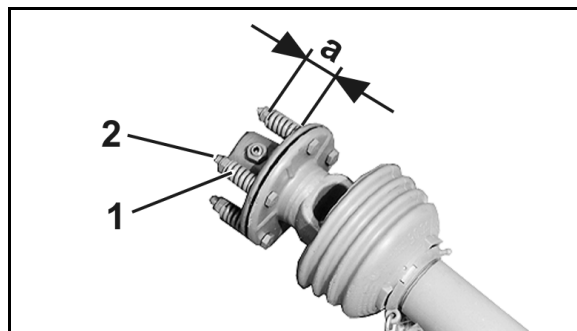

Рис. 67
2. Разгрузите пружины (Рис. 67/1) ослаблением гаек (Рис. 67/2).